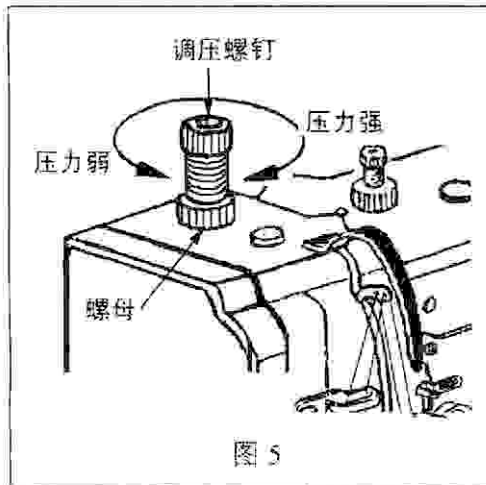

图 5
7、压脚压力的调节（图 5）：
旋转调节螺钉，如图 5 所示，可调节压脚压力的大小。
(Fig.5):